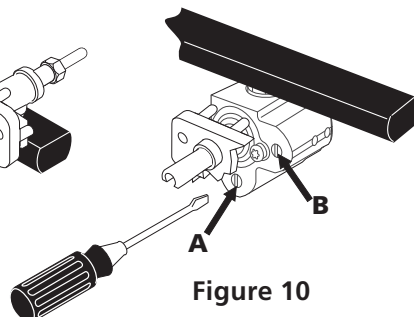

Figure 10
5. Réglez la position LOW des robinets du brûleur de surface double (voir Figure 10):
- e.** La dimension de la flamme de la portion interne du brûleur peut être augmentée ou diminuée en tournant la vis **A** (voir Figure 10). Utilisez la vis **B** pour ajuster la dimension de la flamme de la portion externe du brûleur. Tournez la vis dans le sens inverse des aiguilles d'une montre pour augmenter la dimension de la flamme et dans le sens des aiguilles d'une montre pour diminuer la dimension de la flamme. Ajustez la flamme jusqu'à ce que vous puissiez tourner rapidement le bouton de LITE à la plus basse position (LOW) sans éteindre la flamme. Celle-ci devrait être aussi minuscule que possible sans s'éteindre.